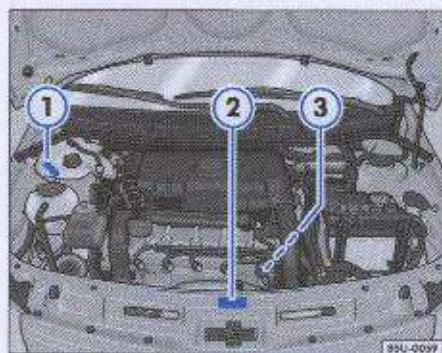

Fig. 155 Identificaciones en el vehículo
La etiqueta de identificación del fabricante está fijada en el travesaño delantero del vano motor ⇒ fig. 155 ②.
La grabación del número está localizada en la parte posterior del bloque, junto a la fijación de la transmisión ⇒ fig. 155 ③. En algunas regiones, este dato forma parte del documento oficial del vehículo.